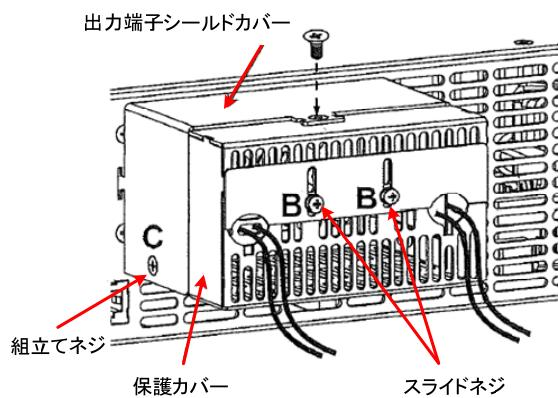

図 2-21 出力端子用シールドカバーの取付け
- (4) 保護カバーを筐体に取付け、図 2-21 に示すように“A”部のネジで固定します。